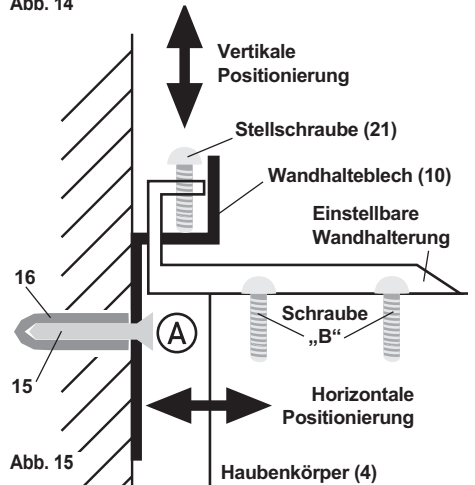

Abb. 15
Nun können Sie die waagrechte Ausrichtung und exakte Höhe der Dunstabzugshaube an der Wand mit Hilfe der beiden Stellschrauben M4x20 (21) leicht und präzise einstellen (Abb. 15).